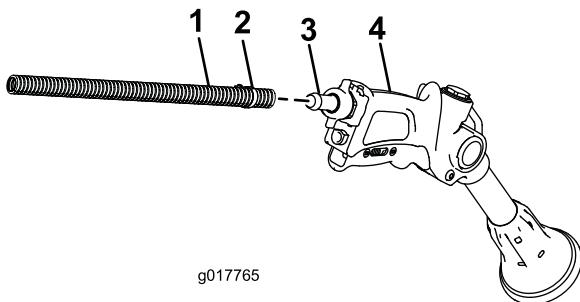

図 18
2. ホース長のもう一端をスプレーガンのフィッティングにつなぐ図 18。